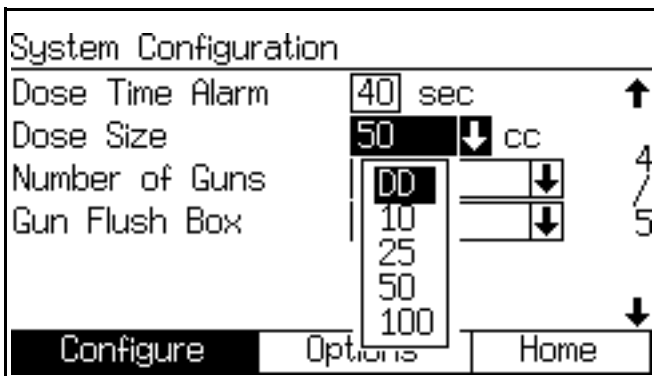

FIG. 54 Schermata Configure (Configurare) 4, dosaggio dinamico selezionato
2. Passare alla schermata Configure (Configurare) 4 del sistema. Selezionare l'opzione "DD" dal menu a discesa "Dose Size" (Dimensione dosaggio). FIG. 54.